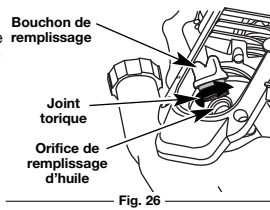

Fig. 26
**REMARQUE:** Assurez-vous que le joint torique est mis sur le bouchon de remplissage / jauge d'huile au moment de la vérification et du changement d'huile (Fig. 26).